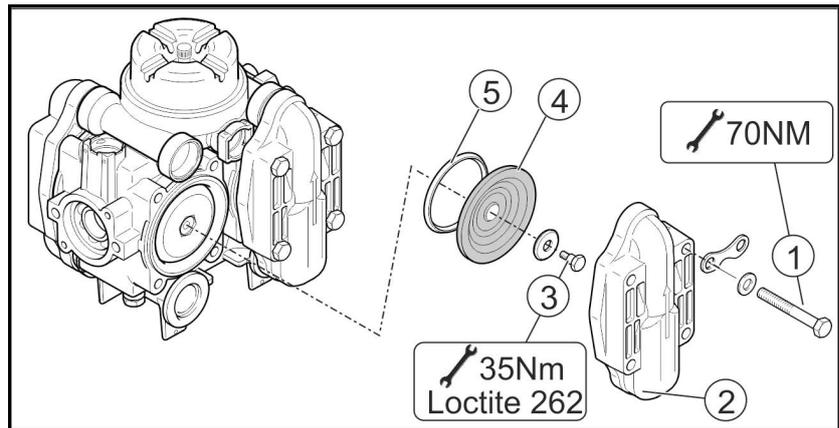

图 152
2. 松开螺栓（图 152/1）。
3. 取下阀门盖（图 152/2）。
4. 检查活塞隔膜（图 152/4）和楔形环（图 152/5）。
1. 拧开螺丝（图 152/3），从活塞上卸除活塞隔膜（图 152/4）与垫圈。